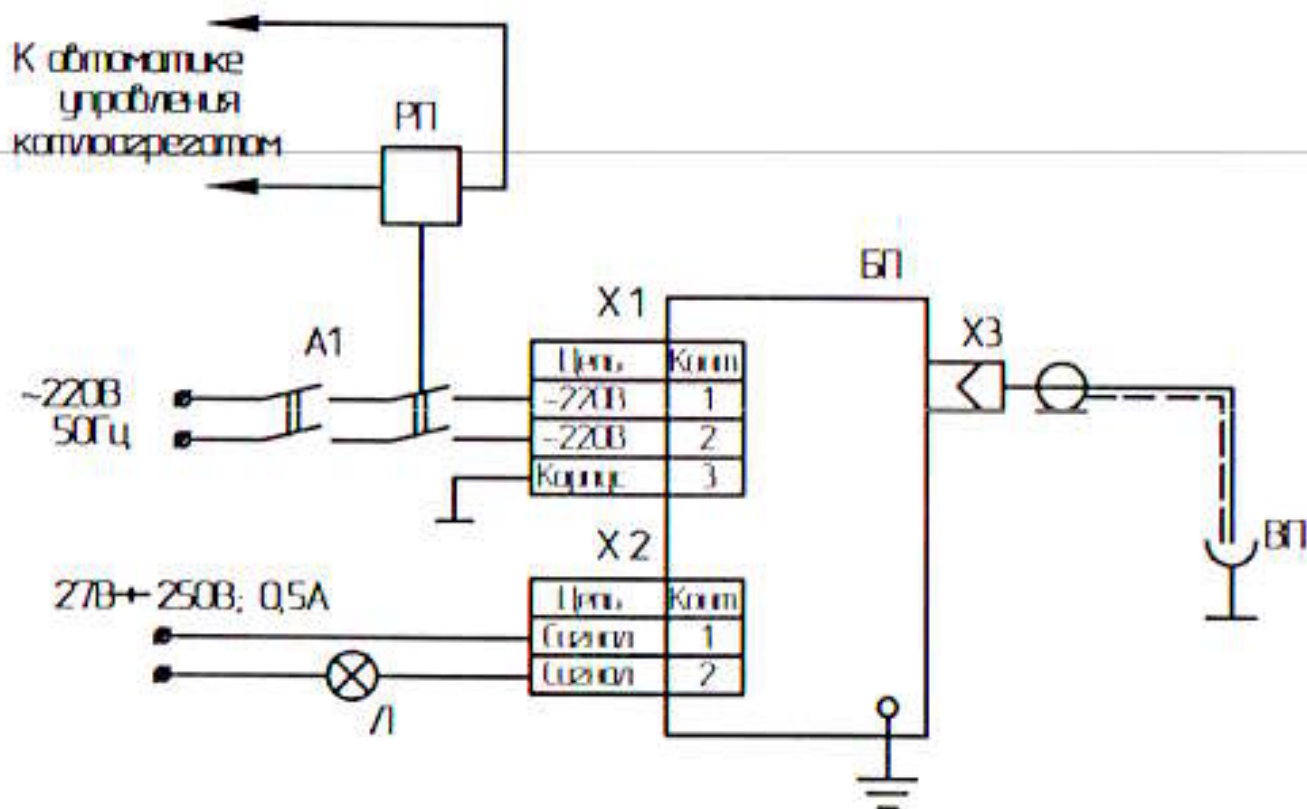

Рис. 4 Схема подключения СПВИ-1-К4
2.3.3 Соедините БП с питающей сетью в соответствии со схемой подключения (рис. 4). Через разъем X2 может быть подключено внешнее индицирующее устройство с максимальным током в цепи 0,5А и напряжением до 250 В. Подача питания обеспечивается через контакты реле РП, управляемого от системы автоматики котлоагрегата. Время работы СПВИ должно соответствовать п. 1.2.3.